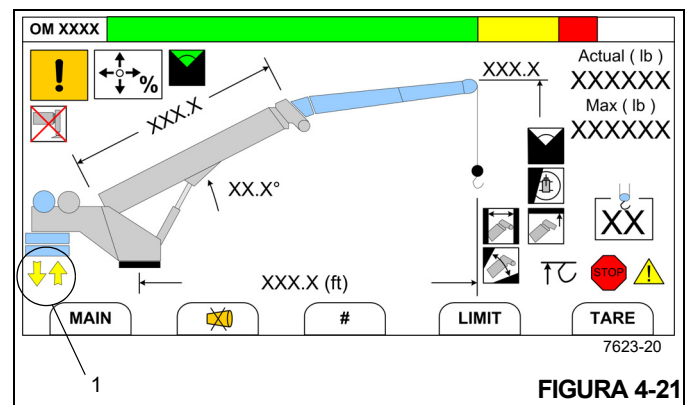

FIGURA 4-21
4. Fije la pantalla en la consola del operador en la pantalla de modo de funcionamiento del RCL (Figura 4-21) (vea la *Sección 7, Limitador de capacidad nominal*).